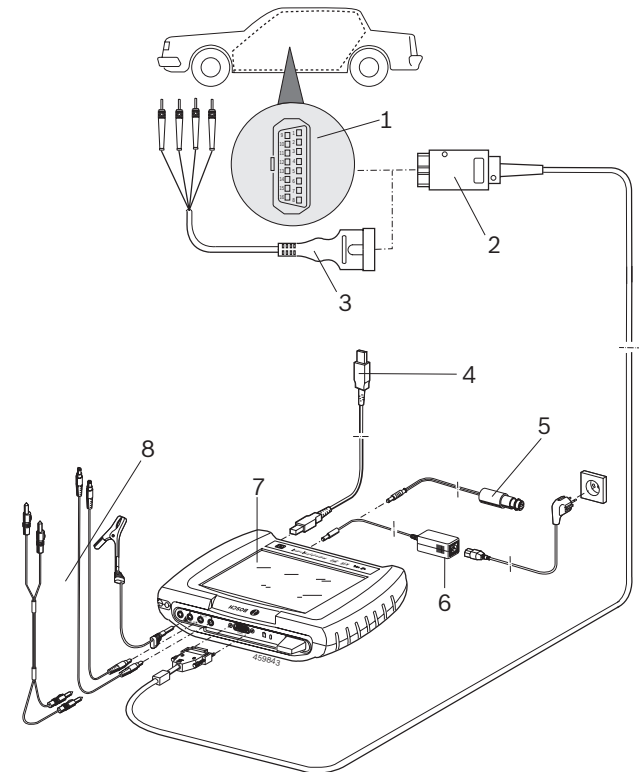

Fig. 3: Schéma de raccordement du KTS 340
- le câble de diagnostic OBD (fig. 3, pos. 2) ou
- le câble de diagnostic OBD et le câble de raccordement UNI (fig. 3, pos. 3 ; accessoire spécial) ou